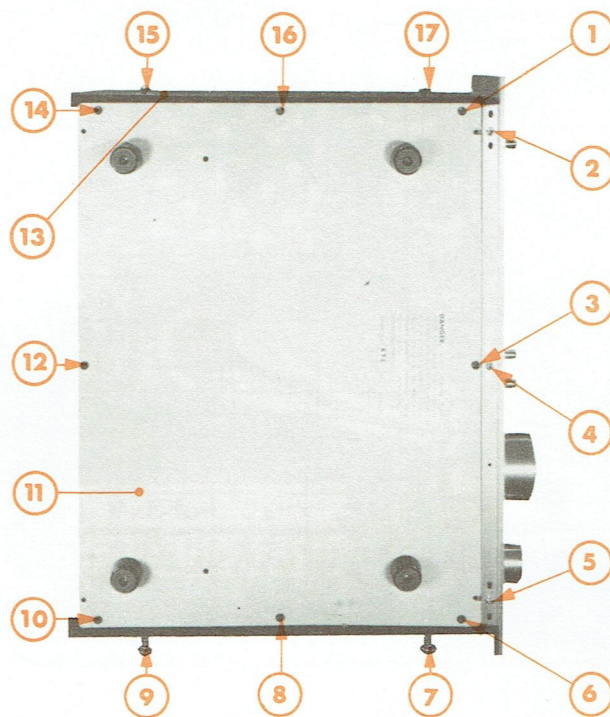
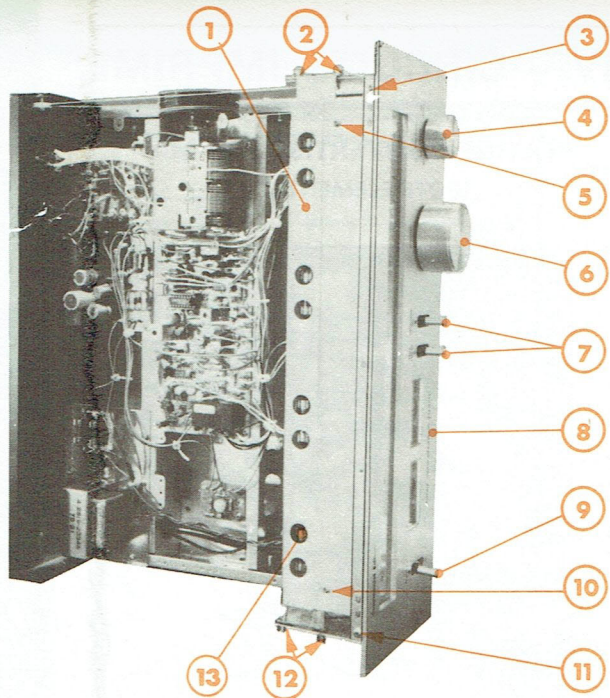

Fig. 1
Fig. 2
A. DEMONTAGE DU COFFRET (Fig. 1)
- 1° – Dévisser et enlever les vis et rondelles (7), (9), (15) et (17).
- 2° – Déposer le coffret supérieur (13).
- 3° – Dévisser et enlever les vis (1), (3), (6), (8), (10), (12), (14) et (16).
- 4° – Déposer la plaque inférieure (11).
B. DEPOSE DE LA FAÇADE (Fig. 1 et 2)
- 2° – Tirer les manettes (7) et (9) puis les boutons (4) et (6) (Fig. 2).
- 3° – Dévisser et enlever les vis (2) (4) et (5) (Fig. 1) puis (3) et (11) (Fig. 2).
- 4° – Déposer la façade (8) (Fig. 2).
C. ACCES AUX AMPOULES D'ECLAIRAGE CADRAN (Fig. 2)
- 2° – Dévisser et enlever les vis (5) et (10) puis déposer la plaque métallique (1).
- 2° - Dévisser et enlever les vis (2) et (12) puis dégager l'ensemble éclairage cadran (13) (Fig. 2).